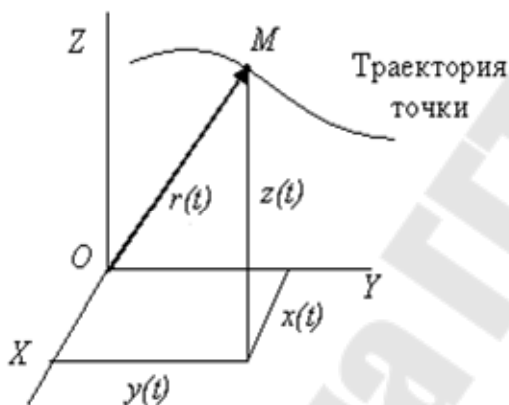

Рис. 17
1. Формула, определяющая положение точки с течением времени $t(c)$: $S = s(t)$ (рис. 17).
2а) в векторной форме изменяется радиус-вектор точки $\vec{r} = \vec{r}(t)$, (рис. 17);
2б) в координатной форме задаются координаты точки $X = X(t), Y = Y(t), Z = Z(t)$ (рис. 17);